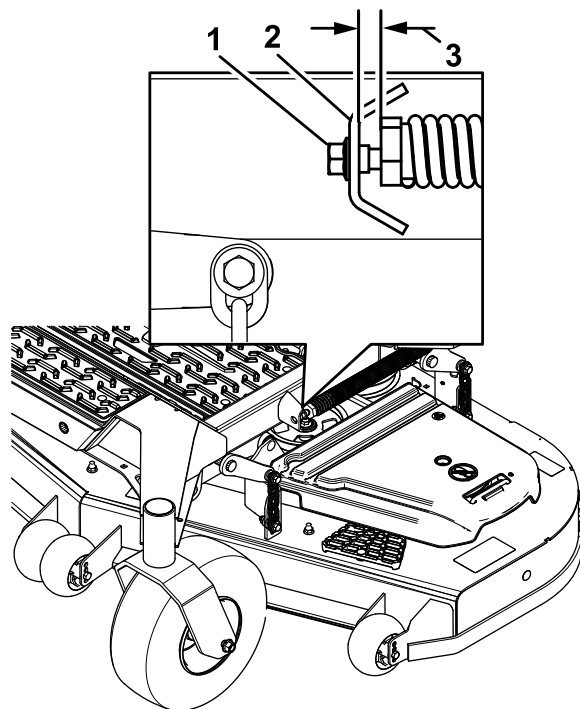

**Figura 89**
7. Compruebe el nivel longitudinal de la cuchilla (Figura 89). Asegúrese de que la punta de la cuchilla delantera está más abajo que la punta de la cuchilla trasera, como se muestra en *Altura de bloque y soporte*. Si se requieren ajustes, siga con este procedimiento.